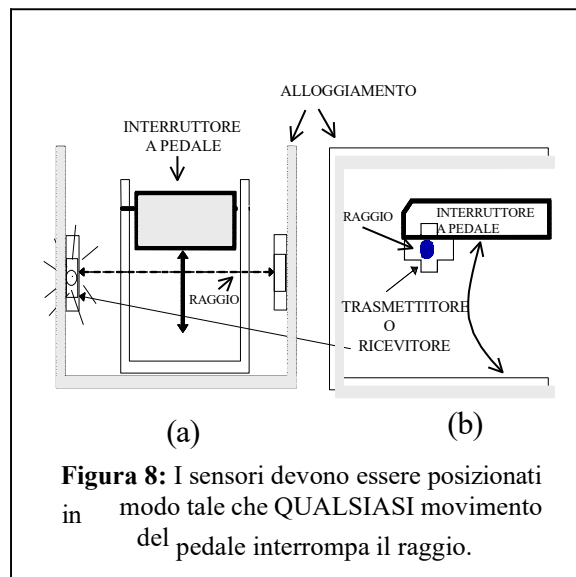

Figura 8: I sensori devono essere posizionati in modo tale che QUALSIASI movimento del pedale interrompa il raggio.
4. All'interno dell'alloggiamento dell'interruttore a pedale (Figura 8), posizionare il sensore di trasmissione e il sensore di ricezione sui lati opposti dell'interruttore stesso. Non posizionare i sensori sui lati dell'interruttore a pedale.